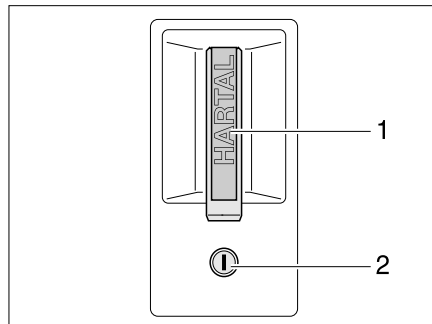

Bild 34 Tüschloss Eingangstür, außen
- Schlüssel in Schließzylinder (Bild 34,2) stecken und drehen, bis das Tüschloss entriegelt ist.
- Am Türgriff (Bild 34,1) ziehen. Die Tür ist geöffnet.
- Schlüssel in Schließzylinder (Bild 34,2) stecken und drehen, bis das Tüschloss verriegelt ist.